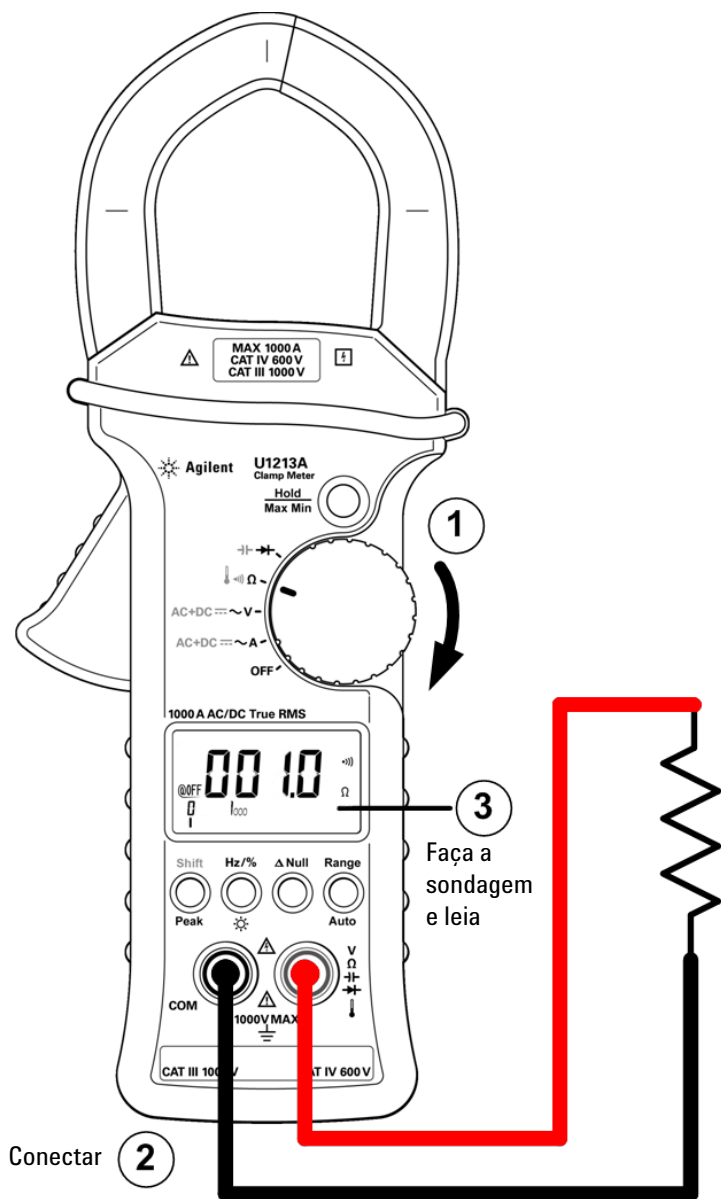

Figura 2-4 Testes de continuidade
- 4 Para executar o teste de continuidade, pressione **Shift** uma vez (consulte Figura 2-4 na página 24). Será emitido um sinal sonoro quando a resistência for menor que $10,0 \Omega$.